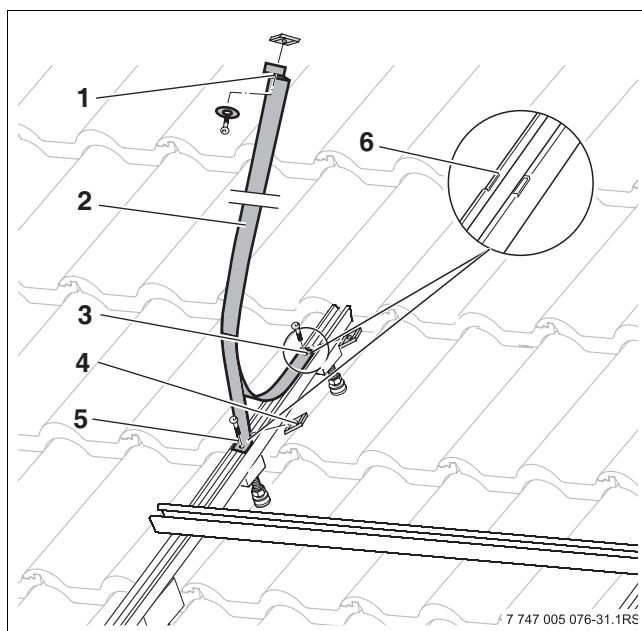

Fig. 44 Fixer l'attache du ballon
- Insérer la vis dans le bout avant de l'attache du ballon (→ fig. 44, [3]) et visser le coulisseau [4] sans serrer jusqu'à sentir une légère résistance.
- Insérer la vis dans l'équerre de support-attache du ballon (→ fig. 44, [5]) et visser le coulisseau sans serrer jusqu'à sentir une légère résistance.
- Poser le bout avant de l'attache du ballon dans l'encoche (→ fig. 44, [6]) et serrer la vis.
- Poser l'équerre de support-attache du ballon (→ fig. 44, [5]) dans la deuxième encoche et serrer la vis.
- Insérer la vis, la rondelle plate et le coulisseau dans le bout arrière de l'attache du ballon (→ fig. 44, [1]). Ne pas encore visser ce bout !